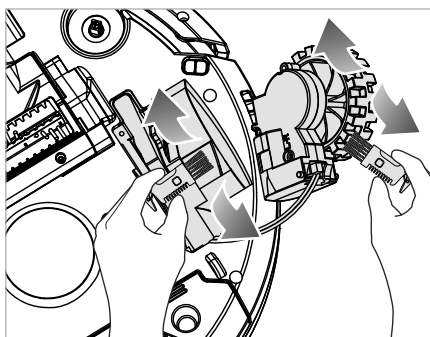

Rys. 20
- 2) Dociśnij koło 20/34 do dołu i odczep sprężynę od osłony koła 19/35 oraz od uchwytu koła. Zdejmij osłonę koła 19/35 z urządzenia (patrz rys. 20).